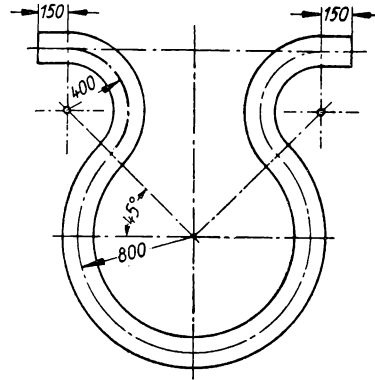

Bild 105
**245.** Ein kupfernes Ausgleichsrohr (Bild 105) ist in eine Rohrleitung eingebaut zum Ausgleich von Längenänderungen infolge der Wärme. Der innere Rohrdurchmesser beträgt 200 mm, die Wanddicke 3 mm. Zu berechnen ist **a)** die Gesamtlänge der gewundenen Mittellinie des Rohres; **b)** das Volumen des in der Rohrwand enthaltenen Kupfers; **c)** das Gewicht des Rohres. Die Wichte von Kupfer ist  $8,9 \text{ kg/dm}^3$ .